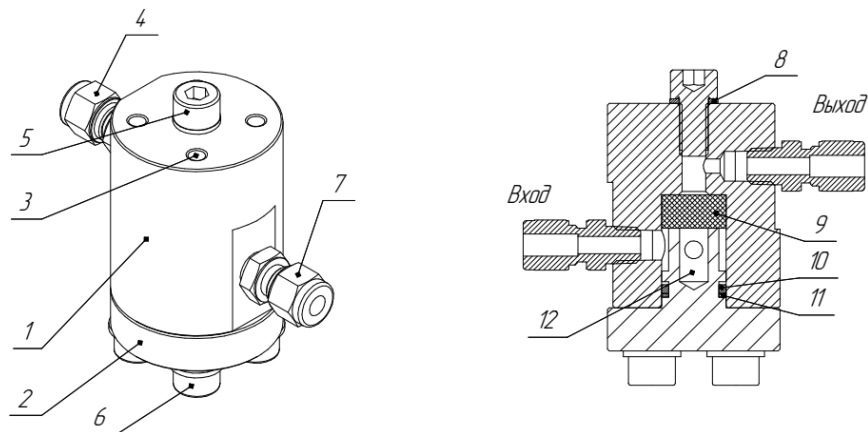

Рис. 3. Фильтр
4.4 Корпус фильтра 1 (Рис. 3) и крышка 2 выполнены из нержавеющей стали. Внутри корпуса установлен фильтрующий элемент 9, выполненный из тонкой, прессованной, нержавеющей проволоки. Фильтрующий элемент поджимается крышкой, которая герметизируется резиновым уплотнением круглого сечения 10. Сверху расположен технологический винт 5, закрывающий технологическое отверстие. Технологическое отверстие служит для выталкивания фильтрующего элемента при его обслуживании.